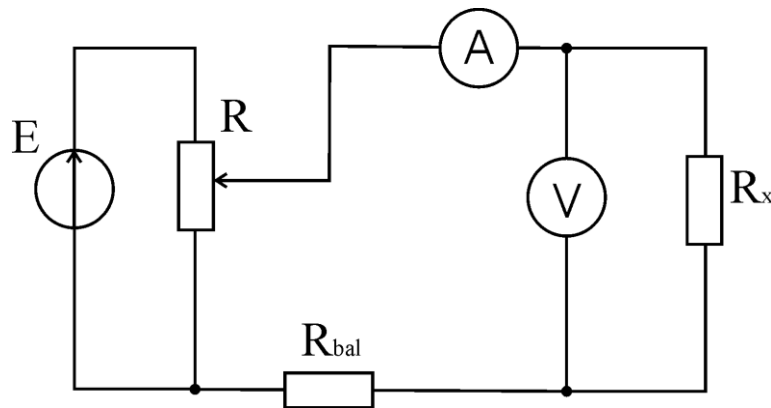

Рисунок 1.
1. Зібрати схему для дослідження прямого падіння напруги на двополюснику (рисунок 1).